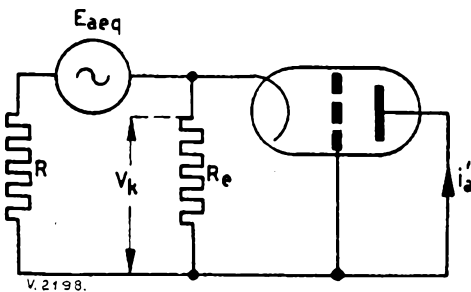

Fig. 33
Het vervangings-schema om i_a' te kunnen berekenen volgt dus uit (30) en is in fig. 33 aangegeven.